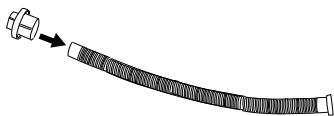
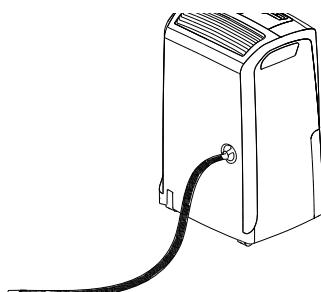
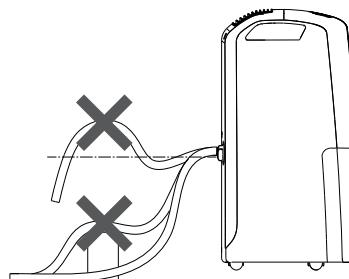

fig. 3
fig. 4
fig. 5
- 2) Inserte el tapón para desagüe **1** en la mayoría de desagüe de agua de condensación **(8)** hasta el extremo (fig. 3) y en ros que después el tapón de la boquilla. (fig. 4).
- 3) Asegúrese de que el extremo de la manguera no quede más arriba que la boquilla (Fig. 3) o el agua podría estancarse en el depósito. Asegúrese de que no haya estrangulamientos en la manguera (Fig. 5).